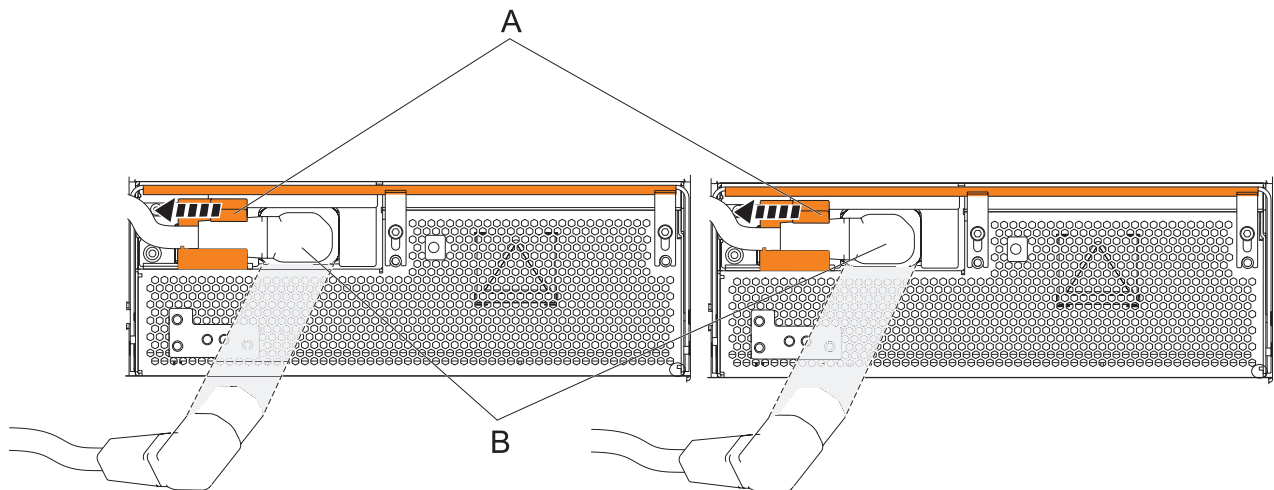

Figure 77. Débranchement des cordons d'alimentation des ensembles de conversion hors ligne
- a. Faites glisser vers la gauche les supports de cordon d'alimentation (**A**) situés A l'avant des deux ensembles de conversion hors ligne. Pour plus d'informations, voir figure 77, à la page 86.